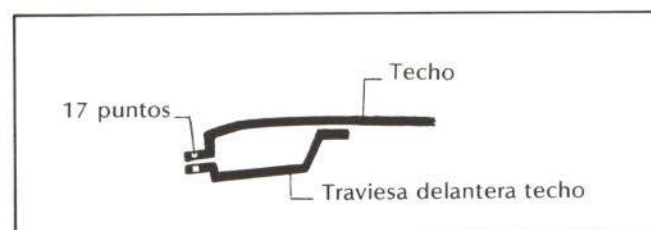

Fig. 32.—Sección parte delantera de techo.
- Parte delantera.**—Va unida a la travesía delantera del techo (8c en fig. 22) mediante sellador en su parte interior, y a través de 17 puntos de soldadura a la pestaña exterior de la travesía, sirviendo de asiento a la luna de parabrisas (véase fig. 32).